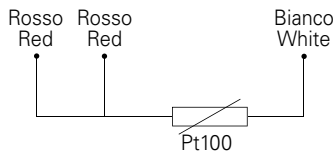

Fig. 1
- collegamento a tre fili secondo IEC 751 (vedi Fig. 1);